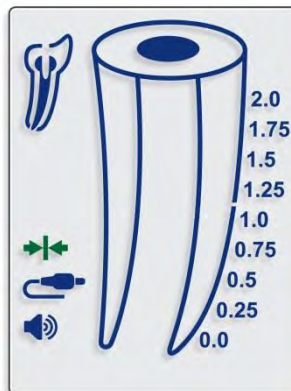

Fig. 3
- 7.3.2. Le symbole « Connexion »  doit s'afficher sur la barre d'état de l'écran, indiquant ainsi la bonne connexion (fig. 3).